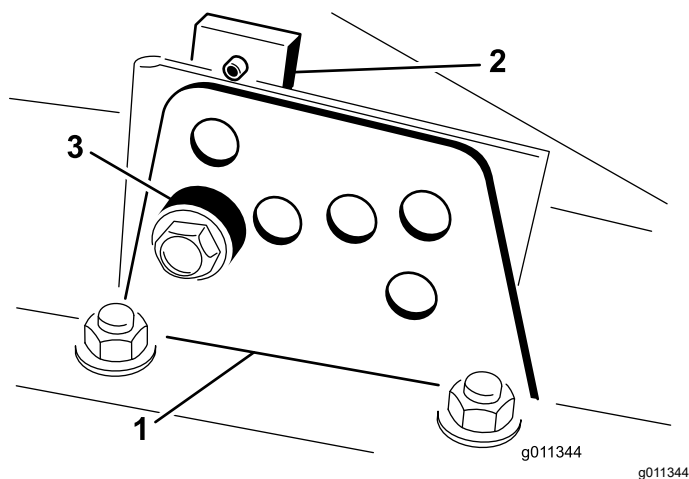

图 15
2. 拧松将各剪草高度支架固定至剪草高度板的螺栓前面和两侧如 图 15 所示。